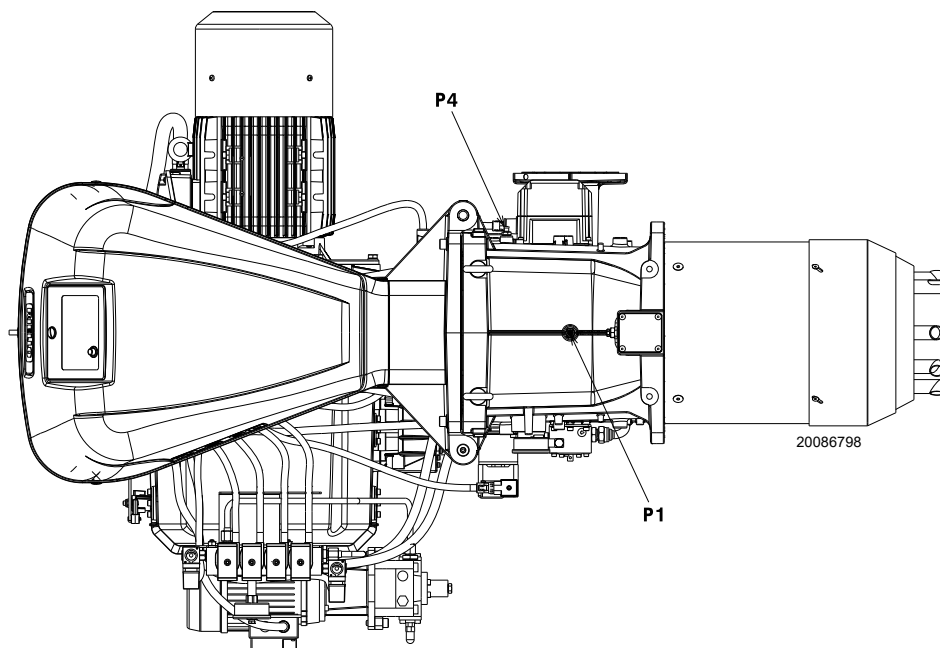

Fig. 28
Pression du gaz mesurée à la prise P1)(Fig. 28 à la page 31), avec :
- Soustraire de la pression du gaz à la prise P1)(Fig. 28 à la page 31) la pression dans la chambre de combustion.
Pression du gaz à la prise P1) (Fig. 28) = 29,4 mbar
Pour connaître la pression de gaz nécessaire sur la prise P1)(Fig. 28 à la page 31), une fois établie la puissance MAX. à laquelle on veut faire fonctionner le brûleur :
- Lire sur la droite, colonne 1, la pression à la prise P1)(Fig. 28 à la page 31).
pression nécessaire à la prise P1) (Fig. 28 à la page 31).